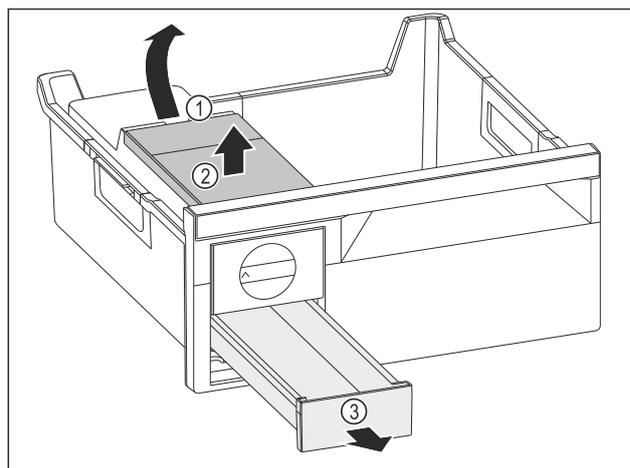

Fig. 86
- Estrarre il serbatoio dell'acqua: Sollevare il serbatoio dell'acqua nel vano Fig. 86 (1).
- Estrarre il serbatoio dell'acqua Fig. 86 (2) verso l'alto.
- Estrarre il cassetto del ghiaccio Fig. 86 (3) in avanti.